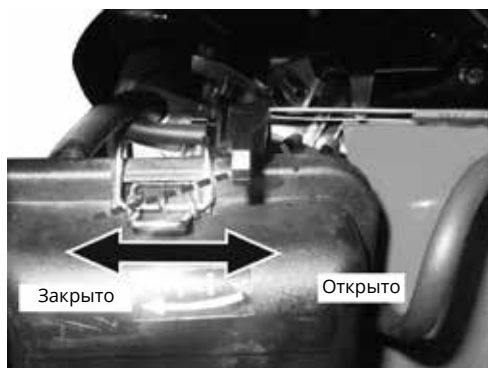

Рис. 3.2
2. Передвиньте рычаг воздушной заслонки в положение «ЗАКРЫТО». Если двигатель теплый или температура воздуха высокая, оставьте рычаг в положении «ОТКРЫТО» (рис. 3.2).
5. Передвиньте рычаг воздушной заслонки в позицию «ОТКРЫТО», когда двигатель прогреется (**рис. 3.2**).